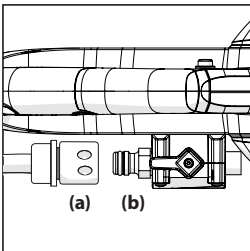

FIG. 6a & b
- Presione el conector de manguera (Fig. 6A) contra el adaptador de manguera de la válvula de agua (Fig. 6B). Se oír un clic, el conector de manguera estará asegurado.